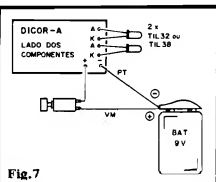

Fig.7
Também ficamos satisfeitos em saber que Você fez "bom proveito" do CAPAV, Dan...! O fato de um circuito "tão simples" ter dado resultados tão satisfatórios, apenas vem comprovar aquilo que repetimos incesantemente aqui: quase sempre, em Eletrônica, o "simples é melhor" (no presente exemplar temos mais um exemplo disso, com o AMPLIFICADOR DE ANTENA - FM - P/VEÍCULOS, experimentem...). Agora, quanto ao controle que Você pretende anexar, a única maneira de não ter que modificar substancialmente o circuito e placa (além da instalação geral, já feita...) é optar-se por um sistema passivo, formado por um potenciômetro extra de 10K, mais um capacitor (poliéster) de 47n, arranjados conforme mostra a figura A. Observe, ainda, que o capacitor original de 100p, que ficava entre o cursor do potenciômetro de VOLUME e a linha de "terra" do circuito, passa a ser colocado em paralelo com o potenciômetro de TONALIDADE, anexado... Nada precisará ser "mexido" na plaquinha original (exceto a retineta e reposicionamento do citado capacitor de 100p...) e o acréscimo dos componentes (são os que estão dentro do retângulo tracejado, na fig. A...) poderá - fisicamente - ser facilmente feito em anexo à disposição original da fig. 7 - pág. 37 - APE 45... Um cuidado necessário: no furo do novo furo no "ombro" do violão, não o posicione muito próximo do "outro"; já ocupado pelo potenciômetro de VOLUME... Dois furos muito próximos, poderão comprometer a própria estrutura do instrumento (que é delicada...). Assim, procure guardar uma distância de - pelo menos - 5 a 6 cm. entre os dois furos, além de, obviamente, observar todos os processos descritos sob o título "A FIJAZÃO (SEGURA...) DO CORPO DO VIOLÃO", a partir da segunda coluna de texto da pág. 37 de APE 45... Para finalizar, um "toque" quanto às regulagens a serem utilizadas, de modo a melhor aproveitar o novo controle: o VOLUME, no amplificador de Potência, deve ser pré-posicionado em nível "forte", de modo que a partir do controle localizado no violão Você possa "ditar" suas ordens de intensidade com total conforto... Os controles originais de TONALIDADE no amplificador de Potência devem ser posicionados (todos) no máximo, de modo a obter - teoricamente - uma resposta flat... Assim, as nuances de tonalidade passarão a ser controladas eficientemente através do respectivo potenciômetro (três-incorporado) no instrumento, também com todo o conforto...!
- FIG. 7 - CONEXÕES EXTERNAS - PLACA "A" - Externamente à plaquinha "A" ficam os dois LEDs infra-vermelhos, que devem ter seus terminais de anodo (A) e catodo (K) identificados e devidamente "casados" com os respectivos pontos de ligação ao Impresso (que é visto, na figura, ainda pela face não cobreada...). Convém, por razões mecânicas e - principalmente - óticas, alinhar bem as "cabeças" dos dois LEDs, de modo que eles fiquem rigorosamente paralelos, apontando seu feixe invisível exatamente para a mesma direção (se isso não for providenciado, haverá perda na eficiência geral e no alcance do sistema...). As conexões da alimentação também são polarizadas: o fio vermelho do "clip" corresponde ao positivo (e nele deve